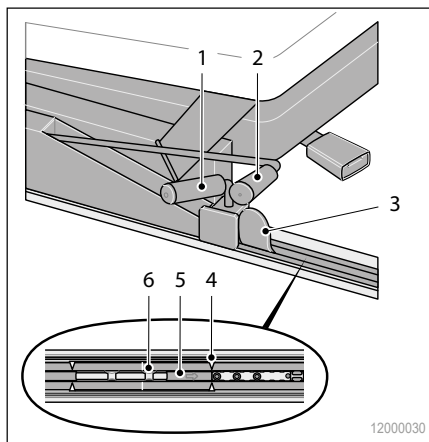

Abb. 5 Sitz-Liege-Kombination (Sitzbank)
1. Verschieben Sie den Schlitten (Abb. 5/5) in den beiden Schienen, dass beide Schlitten parallel auf Höhe der weißen Markierungen (Abb. 5/4) stehen.
2. Setzen Sie die Sitzbank in die Schiene, dabei müssen die Krallen (Abb. 5/3) der Sitzbank hinter den Aufnahmebolzen des Schlittens sitzen.
- Die beiden kurzen Verriegelungshebel (Abb. 5/1) rasten automatisch ein und fixieren die Bank.
- Ziehen Sie den Hebel zur Längsverstellung (Abb. 5/2) nach oben, bewegen Sie die Sitzbank in die gewünschte Position und lassen Sie dort den Hebel los.
1. Ziehen Sie beide Verriegelungshebel (Abb. 5/1) nach oben.
2. Schieben Sie die Sitzbank nach hinten. Die Krallen (Abb. 5/3) werden so wieder aus den Aufnahmebolzen geschoben.